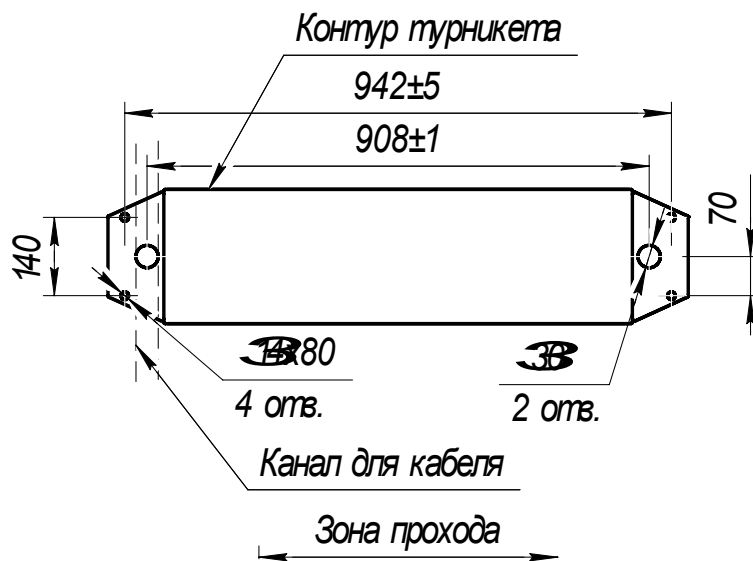

Рис. 6.
2) Подготовить в полу отверстия под крепежные элементы (см. Рис. 6) и паз для прокладки кабелей.